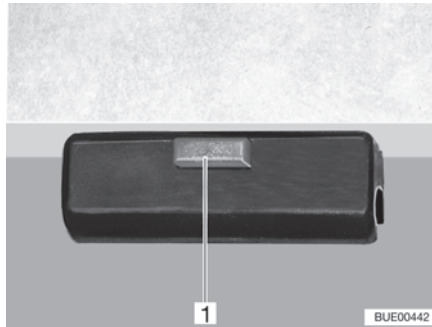

Fig. 96 Bloccaggio
- Aprire il bloccaggio (Fig. 96,1) del piano del tavolo.